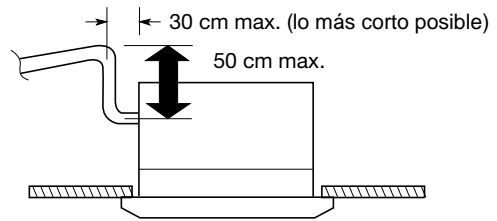

Fig. 3-28
- Si tiene que elevar el tubo de evacuación, puede sobreelevarlo como máximo 50 cm con respecto a la parte inferior del techo. (Fig. 3-28)